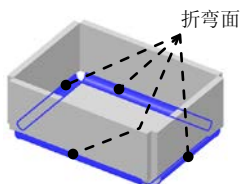

图 4.5.9 选取折弯面
Step3. 选取折弯。在系统 **单击要修改的折弯。** 的提示下, 依次选取图 4.5.9 所示的四个折弯面, 单击鼠标右键 (两次)。